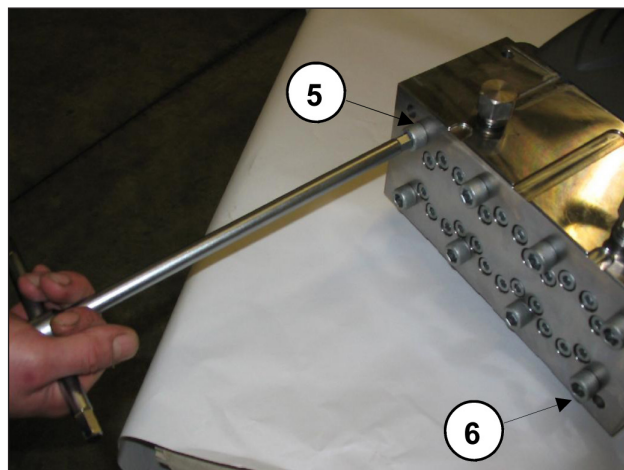
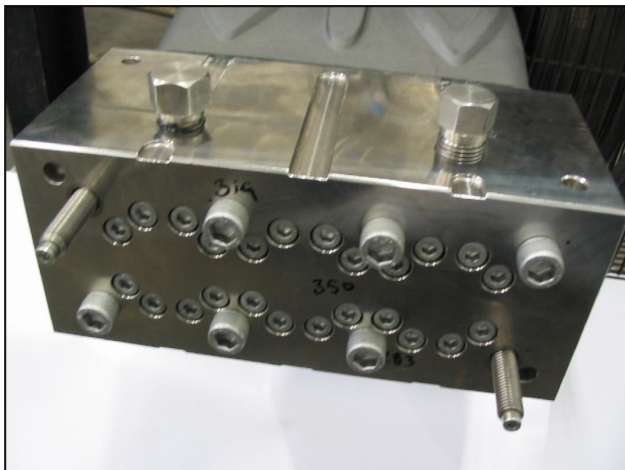

Рис. 17
Рис. 18
- Открутите винты крепления торца M12x260 №5 и №6, как показано на Рис. 17, и замените их на два винта - служебную шпильку (код 27508200), как показано на Рис. 18. Затем приступите к снятию оставшихся винтов.